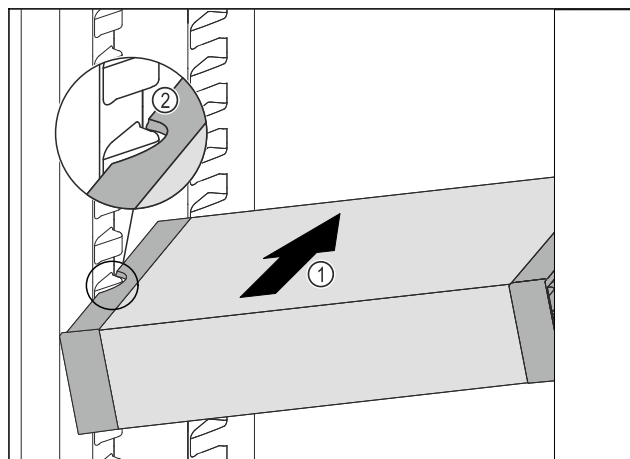

Fig. 102
- VarioSafe schuin in het koelgedeelte schuiven Fig. 102 (1), tot de uitsparingen aan de zijkant Fig. 102 (2) van de VarioSafe op de hoogte van de rib in het koelgedeelte zitten.